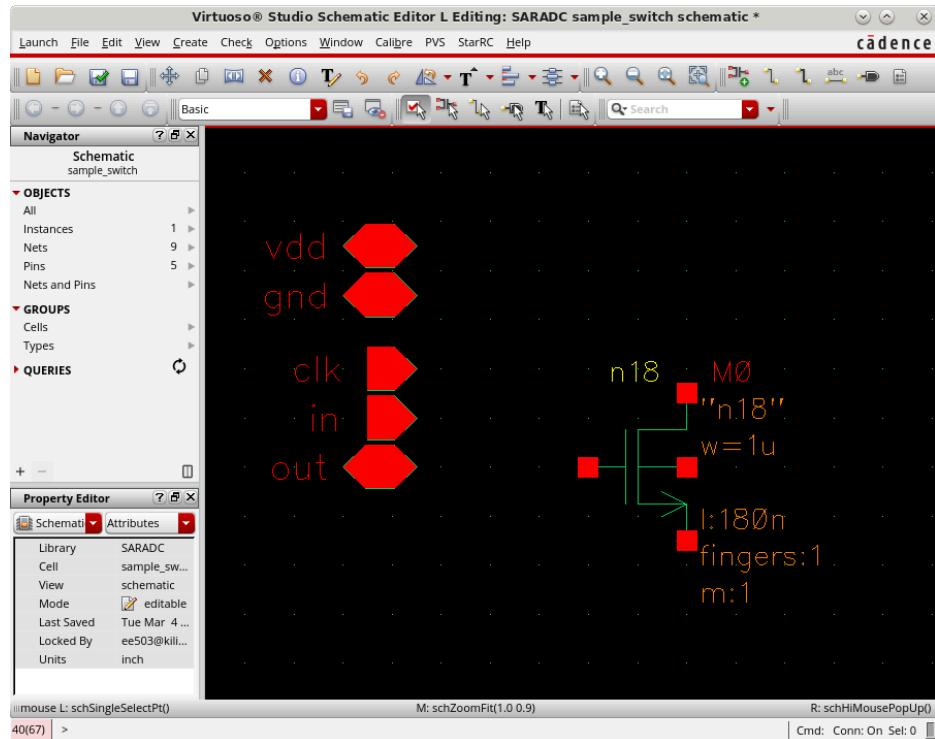

图 83 棚压自举采样保持电路
2. 删除电路中当前的连线以及 vdd 节点上的 noConn，并重新排列端口和器件，如图 83 所示。